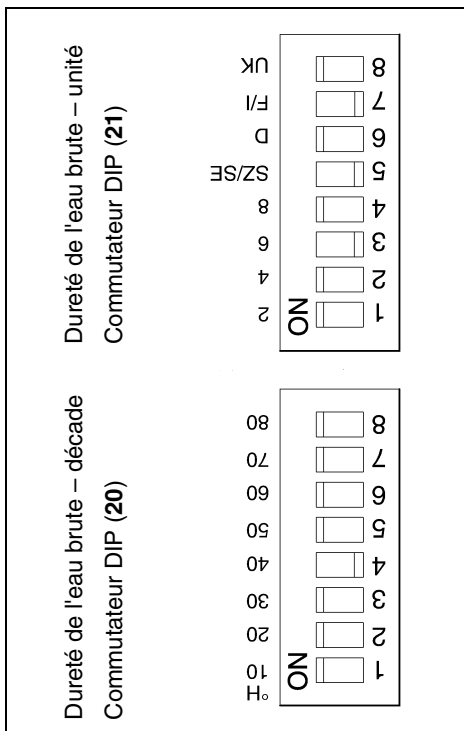

Fig. 9 : Commutateurs DIP
Le chiffre correspondant à l'unité de la dureté d'eau brute est ajusté par le commutateur DIP **(21)**, contact 1 à 4 (cf. fig. 9).
- Pousser le contact 4 du commutateur DIP **(20)** et le contact 3 du commutateur DIP **(21)** à la position qui se trouve à l'opposé de la position « ON » (cf. fig. 9).